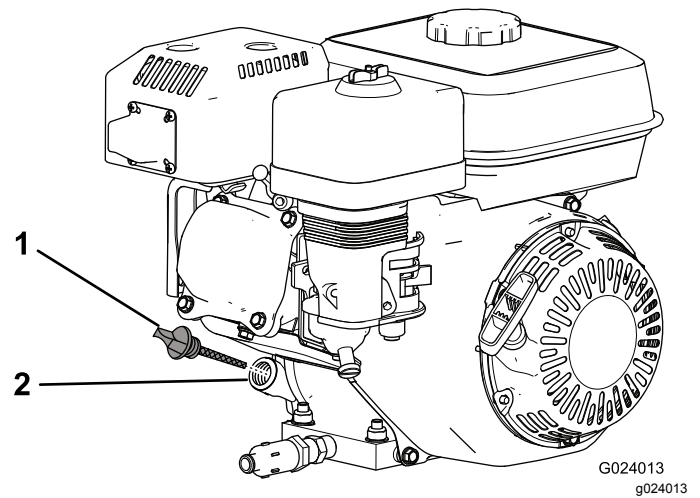

Figura 18
2. Desligue o motor, espere que arrefeça e limpe a área em torno do tampão de enchimento de óleo/vareta (Figura 18).